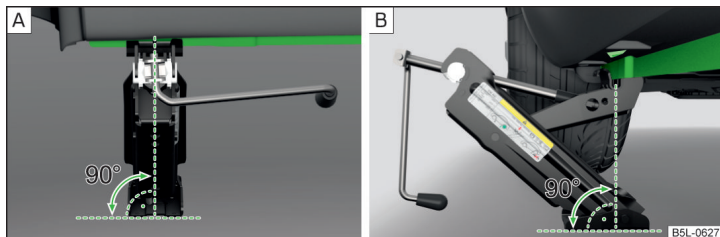

Fig. 168 Colocar el gato
- Apoye la placa de base del gato con toda la superficie en un suelo recto y asegúrese de que el gato se encuentra en posición vertical respecto al punto de apoyo » fig. 168 - [A].
- Gire el gato con la manivela debajo del punto de apoyo hasta que su garra se encuentre en el larguero inferior » fig. 168 - [B].